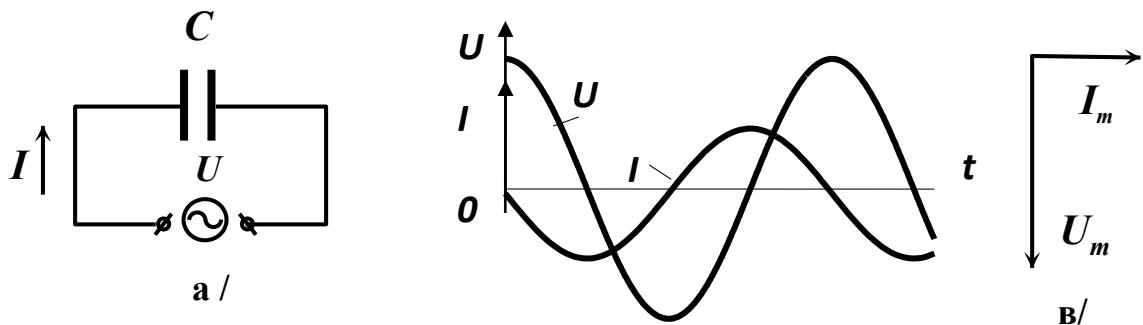

Рис. 4
На рис. 4б показана зависимость мгновенных значений напряжения и тока в цепи, содержащей емкость. Из рисунка и из сравнения соотношений (1) и (14) видно, что ток, текущий через емкость, опережает по фазе напряжение на емкости на  $\pi/2$ . Если вектор тока направить горизонтально, то векторная диаграмма цепи, содержащей емкость, примет вид, показанный на рис. 4в.